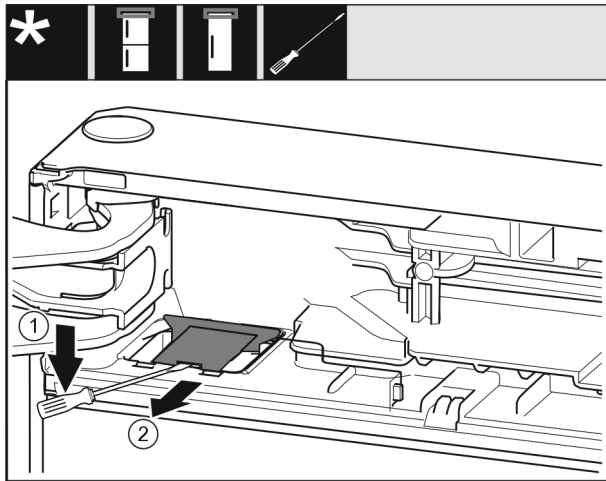

Fig. 12
- Mit einem Schlitzschraubendreher die Abdeckung Fig. 12 (1) austrasten.
- Abdeckung Fig. 12 (2) herausnehmen.